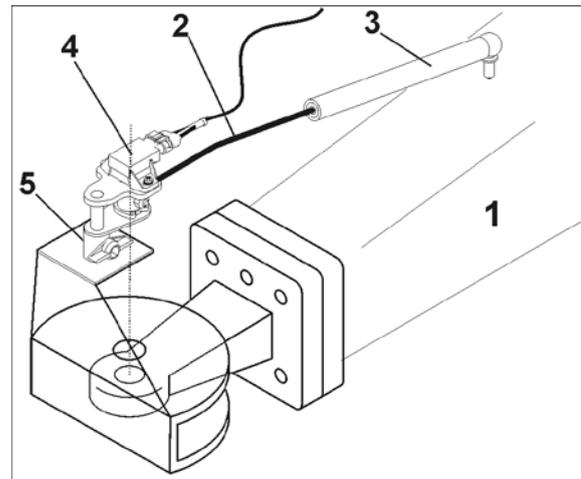

図 45
トラッキング制御により、トラクターの走行方向に対する牽引バー (図 45/1) の角度を検知します。
1. アングルロッド (図 45/2) をプラスチック製ソケット (図 45/3) に差し込みます。
2. 回転角度エンコーダ (図 45/4) を収容部 (図 45/5) に差し込みます。